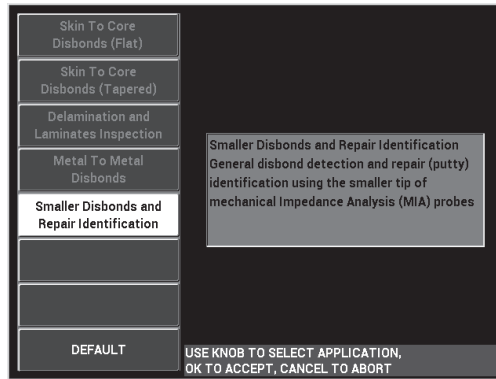

Figura 6-30 Applicazione Identificazione delle riparazioni e delle perdite di adesione di ridotte dimensioni
3. Selezionare l'applicazione **Identificazione delle riparazioni e delle perdite di adesione di ridotte dimensioni** ed in seguito premere ✓ per confermare (vedere Figura 6-30 a pagina 158).